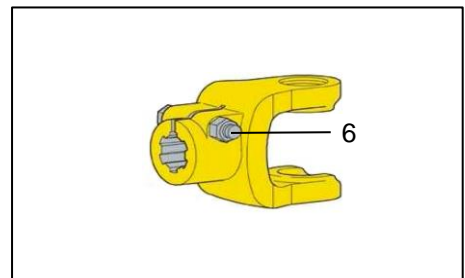

Bild 55: Klemmschrauben- Verschluss
- Ziehhülse (Bild 55 / Pos.4) zurückziehen und Gelenkwelle auf Zapfwelle schieben bis Verschluss einrastet.
- Ziehhülse (Bild 55 / Pos.4) zurückziehen und Gelenkwelle von der Zapfwelle ziehen.